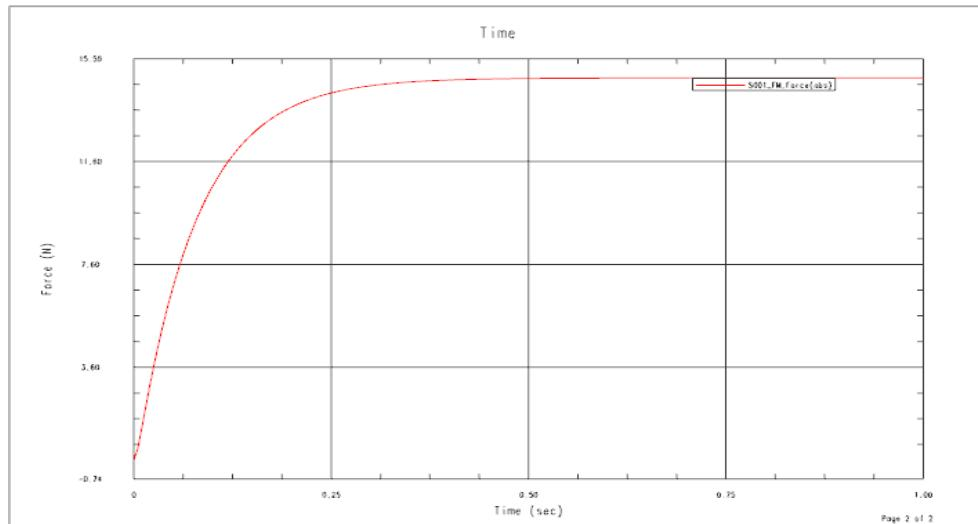

图 8.4.6 弹簧的反作用力-时间曲线
- (2) 在“图表”对话框的**运动模型**区域选择弹簧 S001，在**请求**下拉列表中选择**力**选项，在**分量**下拉列表中选择**力幅值**选项，单击**Y 轴定义**区域中的**+**按钮。
- (3) 选中“图表”对话框中的**保存**复选框，然后单击**...**按钮，选择 D:\ug85.16\work\ch08.04\hang\_asm\hang\_asm.afu 为保存路径。
- (4) 单击**确定**按钮，系统进入函数显示环境并显示弹簧的反作用力-时间曲线，如图 8.4.6 所示。